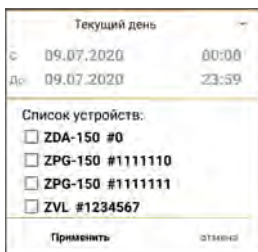
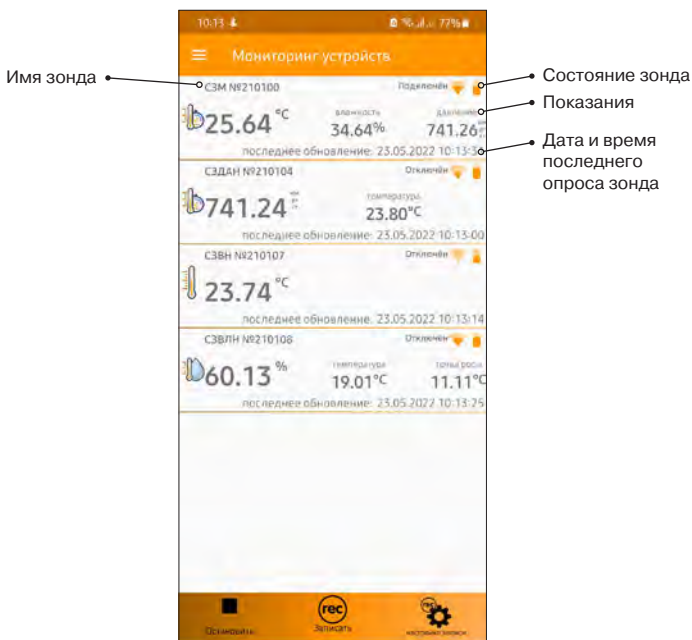

Рис. 15
Рис. 16
- нажмите на имя зонда (показано на рис. 15), появится всплывающее окно с информацией о зонде, рис. 16;